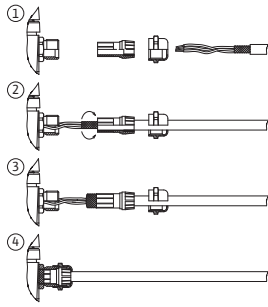

Fig. 25: Schermklem
Het scherm wordt via de kabeldoorgang met de elektronicamodule verbonden. Zie Fig. 25.
De kabels van de digitale ingangen, analoge ingangen en buscommunicatie moeten via de metalen kabelschroefverbinding van de kabeldoorgang (Fig. 19, pos. 4, 5 en 6) zijn afgeschermd. Zie voor afscherming Fig. 25.
1. Open de klikhaken (Fig. 25) voorzichtig met gereedschap (bijv. een schroevendraaier).